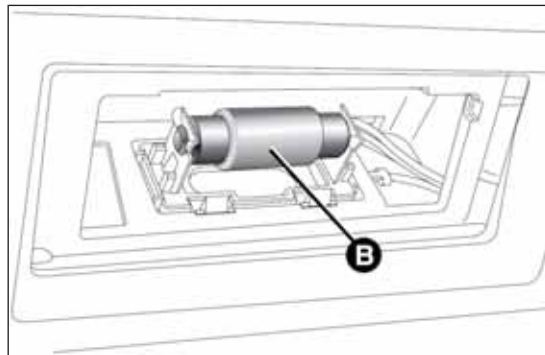

fig. 190
- ☐ sustituir la lámpara B fig. 190, soltándola de los contactos laterales;